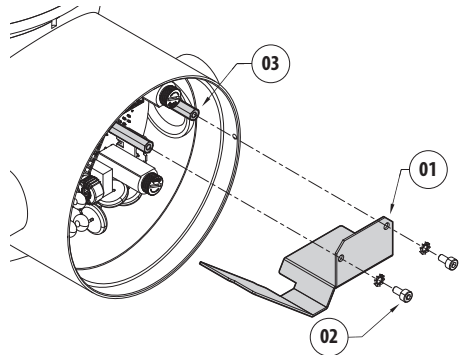
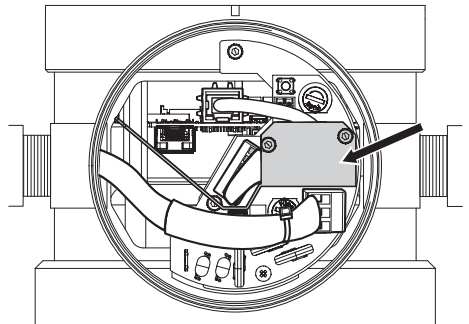

Fig. 17
Fig. 18
Fixer la barrière (01) avec les vis et rondelles (02) aux entretoises prévues (03) (Fig. 17, page 102 et Fig. 18, page 102).